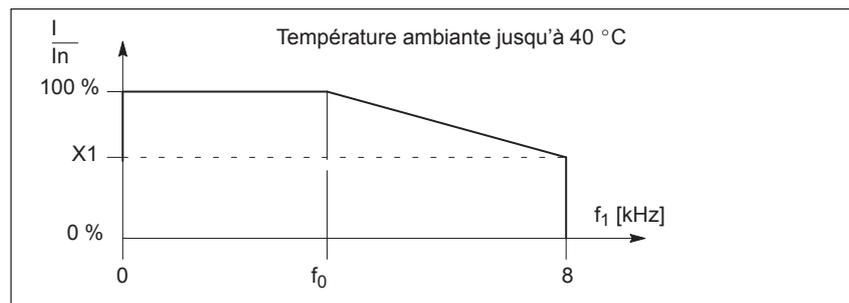

Fig. 4-2
1) X1 = Facteur de réduction du courant, réduction du courant à partir de la fréquence de hachage de l'onduleur f₀ des transistors de puissance (voir figure 4-2)
1) X1 = Facteur de réduction du courant, réduction du courant à partir de la fréquence de hachage de l'onduleur f_0 des transistors de puissance (voir figure 4-2)
- 1) X1 = Facteur de réduction du courant, réduction du courant à partir de la fréquence de hachage de l'onduleur f_0 des transistors de puissance (voir figure 4-2)